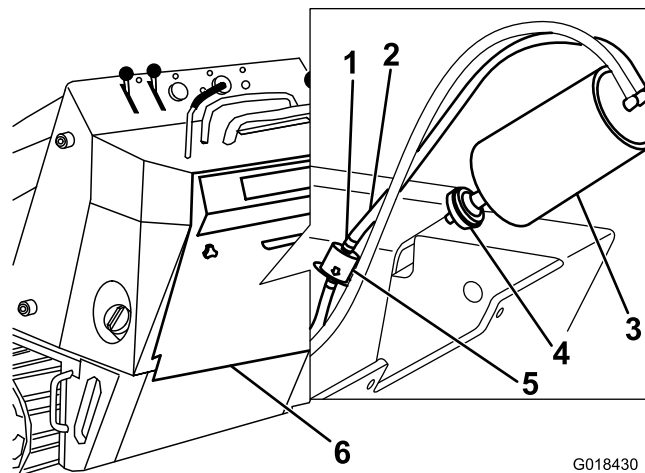

図 33
- カーボンキャニスタエアフィルタを取り外して廃棄する 図 33。
5. カーボンキャニスタに新しいフィルタを取り付ける 図 33。
4. カーボンキャニスタ・パージラインフィルタの前後両側についているホースクランプをゆるめてフィルタから遠い位置に移す 図 33。
5. パージラインフィルタを外して捨てる 図 33。
6. 新しいフィルタをホースに取り付けるフィルタについている矢印がカーボンキャニスタと反対の方を向くように取り付け、ホースクランプで元のように固定する 図 33。